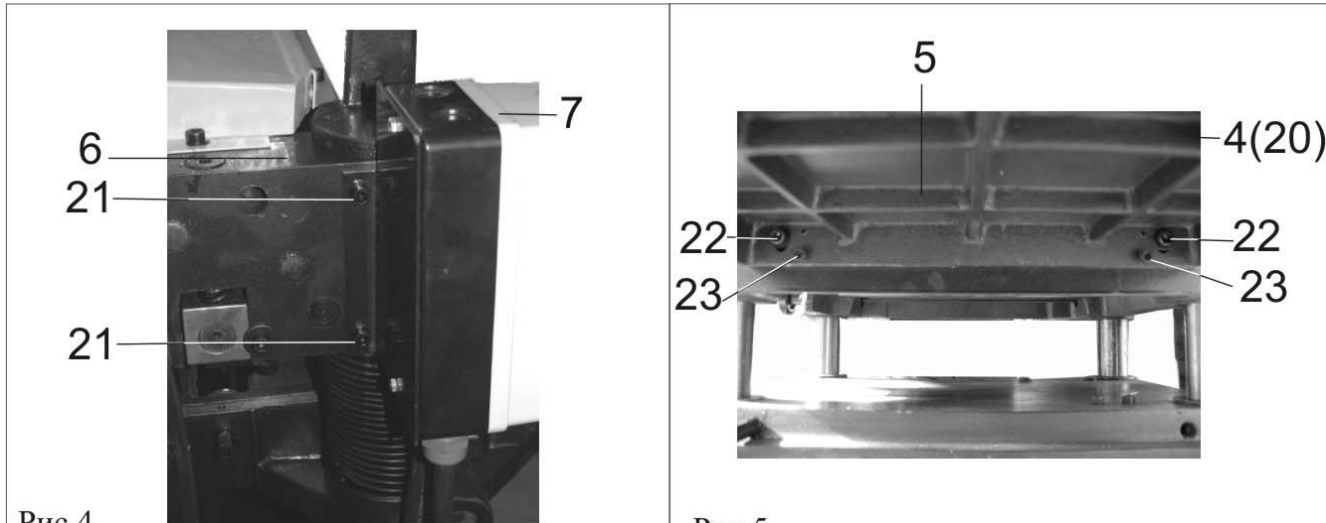

Рис.4
8.2.2. Как показано на Рис.4, установите и болтами (21) закрепите магнитный пускатель (7) на блоке строгального вала (6).